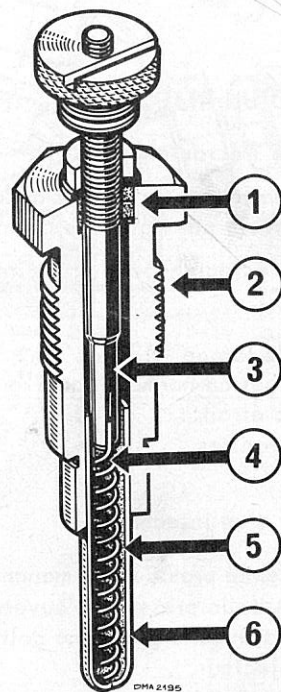

Fig. 72
Composition : (1) Bague isolante - (2) Corps de bougie - (3) Tige centrale - (4) Filament chauffant - (5) Isolant - (6) Crayon (Fig. 72).